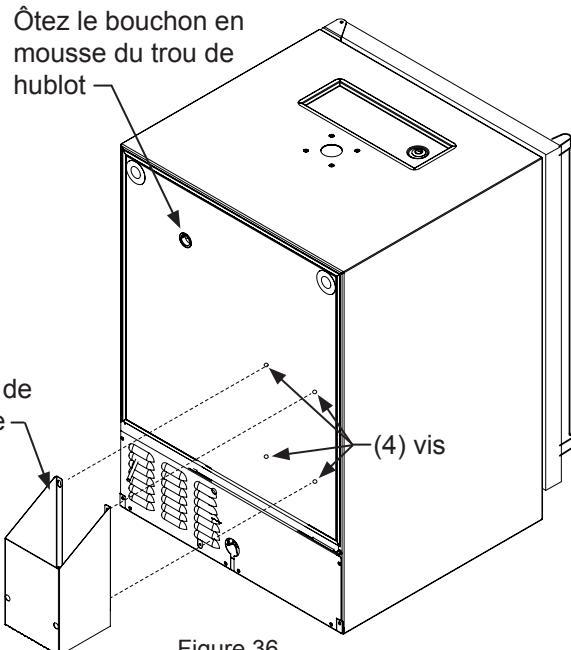

Figure 36
Placez les (4) vis à métaux (N° 10-32 x ¾ po à tête plate) fournies avec le support à l'arrière de l'appareil (Voyez la Figure 36). Ne les serrez pas à fond. Accrochez les trous en fente des brides du support par-dessus ces quatre vis, puis serrez-les bien pour maintenir le support au dos du meuble. Le support peut aussi être fixé sur un meuble adjacent en utilisant les vis à bois N°10 de ¾ po fournies. Marquez l'emplacement des trous où il faut avec un crayon en vous servant des fentes du support de montage comme gabarit. Percez des avant-trous appropriés (selon le matériau qui recevra les vis) et fixez le support en suivant les instructions données précédemment.
Ôtez le bouchon de mousse du trou de hublot comme c'est montré en Figure 36, et passez la conduite rouge de CO₂ au travers de la paroi arrière, et hors du cache serpentin à l'intérieur du meuble. Connectez la conduite rouge de CO₂ au coupleur du fût de bière.